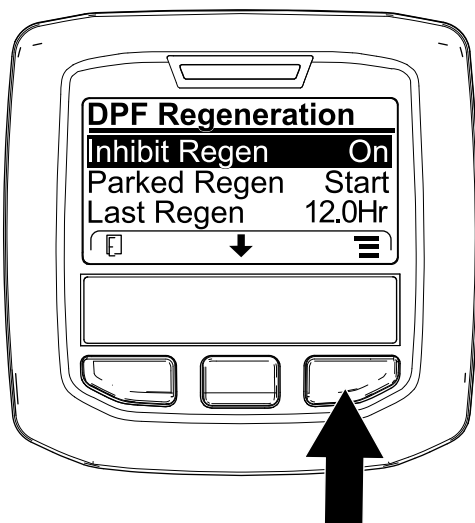
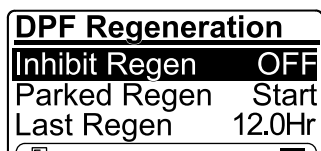

Figura 47
Figura 48
1. Vaya al menú de Regeneración del DPF, pulse el botón central para desplazarse hasta la opción INHIBICIÓN REGENERACIÓN, y pulse el botón derecho para seleccionar la opción Inhibir regeneración (Figura 47).
2. Pulse el botón derecho para cambiar el ajuste de Inhibir regeneración de Activado a Desactivado (Figura 47) o de Desactivado a Activado (Figura 48).